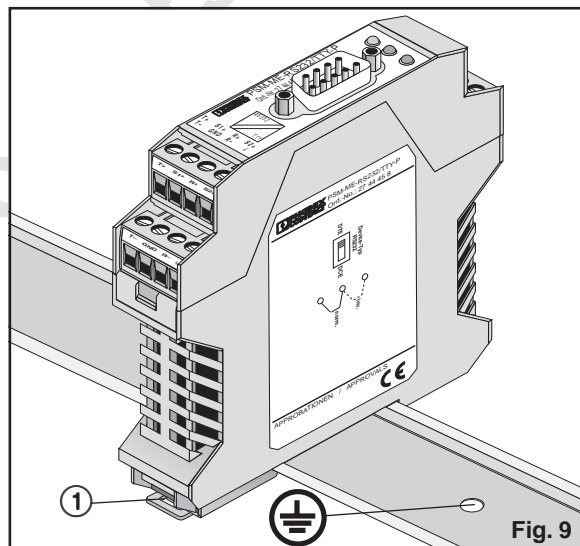

Fig. 9
5.2. Montage dans une armoire électrique (fig. 9)